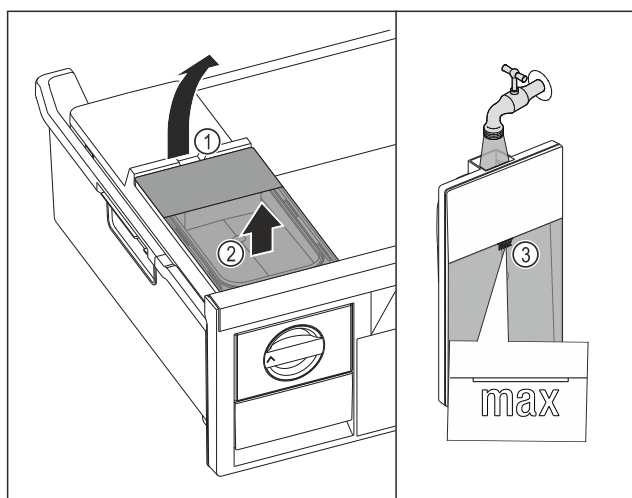

Fig. 69
- Soulever le réservoir d'eau par l'encoche Fig. 69 (1).
- Retirer le réservoir d'eau par le haut. Fig. 69 (2)
- Remplir le réservoir d'eau potable jusqu'au repère Fig. 69 (3).